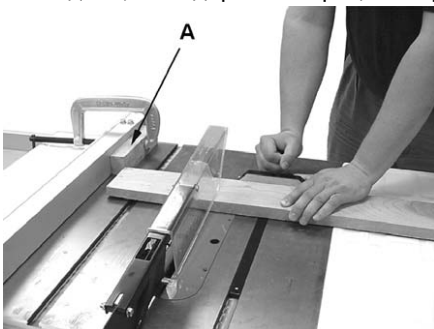

Рис. 36
- Не используйте упор для распила под углом 45 градусов и параллельный упор в одной и той же операции, если к параллельному упору не прикреплен накладкой, чтобы позволить торцованной части заготовки прибывать в свободном перемещении, при торцевании следующей части (см. рис. 36).
Торцевание никогда не должно делаться руками, и при этом продольный упор не должен использоваться как стопор на линейке распила, если к нему не приспособлен дополнительно брусок (А, рис. 36) для того, чтобы отпиленная часть детали прибывала свободной, не задерживая процесс торцевания.